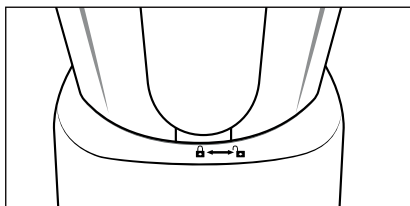

Fig. 3
- 5) Veillez à ce que le bec verseur du bol mixeur ③ soit fermé.
- 6) Poussez le bouchon doseur ① jusqu'en butée dans l'ouverture du couvercle.
- 7) Placez le bol mixeur ③ rempli et obturé sur le bloc moteur ⑥. Utilisez pour cela les évènements du bloc moteur ⑥ et veillez ce faisant à ce que la poignée du bol mixeur ③ soit orientée vers le symbole . Tournez le bol mixeur ③ dans le sens horaire en direction de la position  (voir fig. 3), jusqu'à ce qu'il s'enclenche de manière audible. Le moteur ne peut démarrer que si le bol mixeur ③ repose à ras sur le bloc moteur.